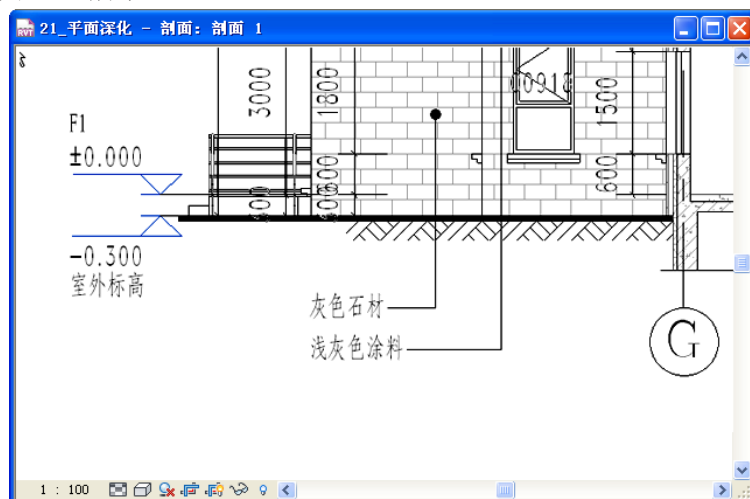

图 6-59
- 19) 在剖面图中标记材质，单击“注释”选项卡>“标记”面板>“材质标记”工具，标记屋顶、檐口、外墙及二层檐口，注意勾选选项栏“引线”，单击拾取材质的点，拖拽放置材质（如图 6-59 所示）。